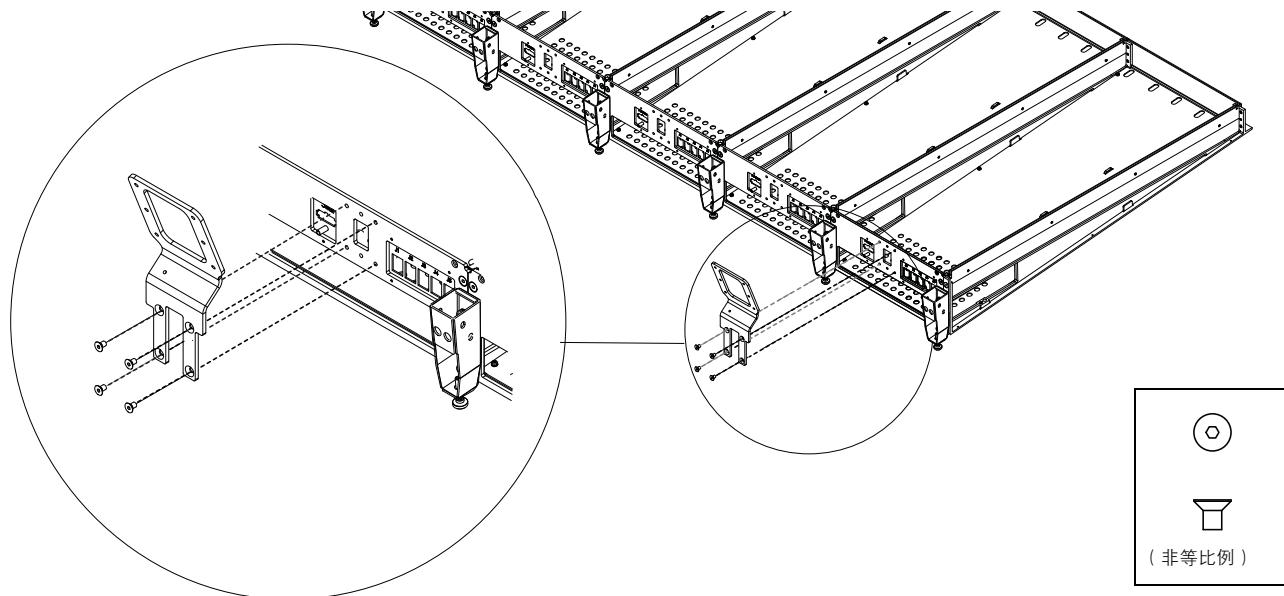

图 26 装配显示模块安装支架
- 2 使用四个平头六角紧固件将第一个显示模块安装支架装配到各通道盒架后垫板中央的四个孔上。确保正确设定支架的方位 (见图 26)。请不要将显示模块安装支架装配到准备安装主控分区模块的盒架上。